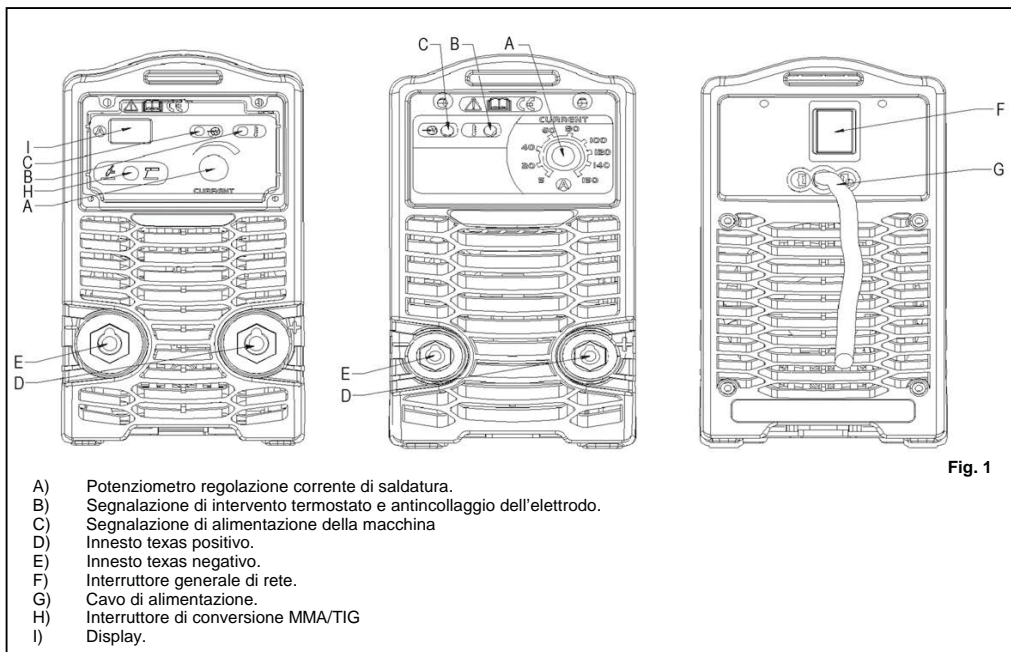

Fig. 1
Se intervengono (accensione LED B fig.1), è necessario attendere qualche minuto per avere il ripristino dell'apparecchio.
- Assicurarsi che l'interruttore F (fig.1) sia sulla posizione O o che la spina del cavo di alimentazione non sia inserita nella presa di alimentazione quindi collegare i cavi di saldatura rispettando la polarità richiesta dal costruttore di elettrodi che andrete ad utilizzare.
- Accendere la macchina mediante l'interruttore F (fig.1).
- Accendere la macchina mediante l'interruttore F (fig. 1).